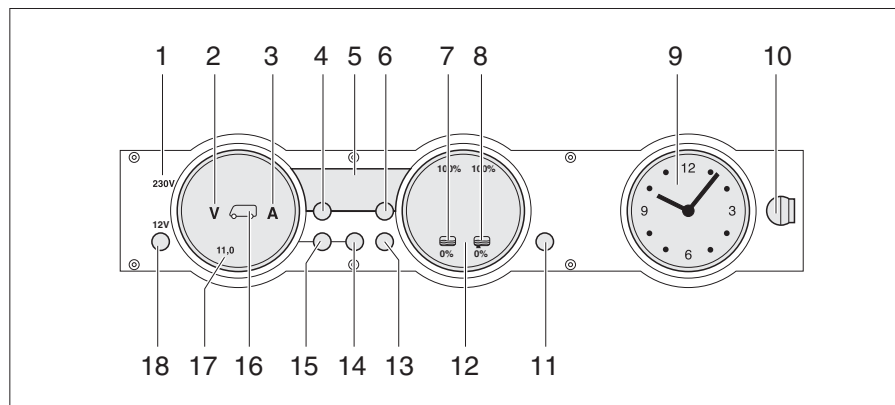

Bild 227 Panel MP 20-T
Die 230-V-Kontroll-Leuchte (Bild 227,1) leuchtet, wenn am Eingang des Elektroblocks Netzspannung vorhanden ist.
Der 12-V-Hauptschalter (Bild 227,18) schaltet das Panel und die 12-V-Versorgung des Wohnraums ein und aus.
- Taste "12 V" (Bild 227,18) kurz drücken. Die 12-V-Versorgung des Wohnraums ist eingeschaltet. Die Kontroll-Anzeige "12 V" leuchtet.
- ▷ Wenn nach dem Einschalten die LED "11,0" der Voltanzeige sowie das Symbol Volt "V" (Bild 227,2) im Anzeigeelement Batterien (Bild 227,17) blinken, dann ist die Spannung der Wohnraumbatterie zu gering. Batterie laden.
- ▷ Wenn nach dem Einschalten die Kontroll-Anzeige "12 V", das Symbol Wohnraumbatterie (Bild 227,16) und das Symbol Volt "V" (Bild 227,2) dreimal blinken, dann ist die Batterietrennung aktiviert. Batterietrennung deaktivieren.
- Taste "12 V" (Bild 227,18) kurz drücken. Die 12-V-Versorgung des Wohnraums ist ausgeschaltet. Die Kontroll-Anzeige "12 V" erlischt.
- Taste Wohnraumbatterie (Bild 227,14) drücken und ca. 10 Sekunden lang gedrückt halten. Die Symbole Volt "V" (Bild 227,2) und Ampere "A" (Bild 227,3) blinken dreimal. Die Wohnraumbatterie ist vom 12-V-Bordnetz getrennt.
- Taste "12 V" (Bild 227,18) drücken und ca. 5 Sekunden lang gedrückt halten. Das Symbol Volt "V" (Bild 227,2) blinkt dreimal. Die Wohnraumbatterie ist mit dem 12-V-Bordnetz verbunden. Die Kontroll-Anzeige leuchtet nach ca. 2 Sekunden.
- Taste Wohnraumbatterie  (Bild 227,14) drücken. Das Symbol Volt "V" (Bild 227,2) leuchtet. Das Symbol Ampere "A" leuchtet je nach Ladung oder Entladung weiß bzw. rot. Die Batteriespannung und der Strom der Wohnraumbatterie werden über die LEDs im Anzeigeelement angezeigt.
- Taste Starterbatterie  (Bild 227,15) drücken. Das Symbol Volt "V" (Bild 227,2) leuchtet. Die Batteriespannung der Starterbatterie wird über die LEDs im Anzeigeelement angezeigt.
- Taste Tanks  (Bild 227,13) drücken. Die Symbole Wassertank  (Bild 227,7) und Abwassertank  (Bild 227,8) leuchten. Die Füllstände des Wassertanks (linke Skala) und des Abwassertanks (rechte Skala) werden über die LEDs im Anzeigeeinstrument angezeigt.
Das Symbol Volt "V" (Bild 227,2) und die LED "11,0" blinken, sobald die Spannung der Batterie 11 V (Messung bei laufendem Betrieb) unterschreitet und damit Tiefentladung droht.
Das Symbol Wassertank  (Bild 227,7) oder das Symbol Abwassertank  (Bild 227,8) blinkt, wenn der Wassertank leer oder der Abwassertank voll ist.